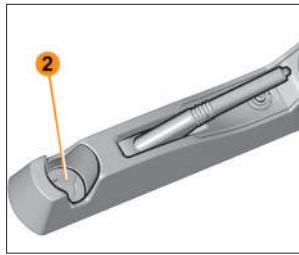

Рис. 4.5.11. Подстаканник
**В вариантом исполнении** в задней части облицовки тоннеля пола расположен подстаканник 2 (рис. 4.5.11) для пассажиров сиденья второго ряда.